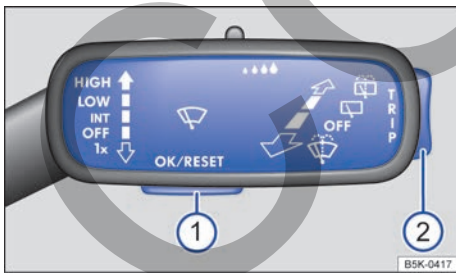

Fig. 19 En el lado derecho de la columna de dirección: teclas de la palanca del limpiacristales (representación esquemática).
Mientras haya una advertencia con prioridad 1 → pág. 17, no se podrá acceder a ningún menú. Algunas advertencias se pueden confirmar y ocultar con la tecla → fig. 19 ①.
- Si se muestra un mensaje o el pictograma de un vehículo, pulse la tecla → fig. 19 ①; si es necesario, varias veces.
- Para visualizar los menús → pág. 28 o volver a la selección de menús desde un menú o desde una indicación informativa, mantenga presionada la tecla basculante → fig. 19 ②.
- Para abrir el menú o la indicación informativa que se muestre, pulse la tecla → fig. 19 ① o espere unos segundos hasta que el menú o la indicación informativa se abra automáticamente.
- En el menú visualizado, pulse la parte superior o inferior de la tecla basculante → fig. 19 ② hasta que se marque la opción de menú deseada. La opción aparece enmarcada.
- Pulse la tecla → fig. 19 ① para realizar las modificaciones deseadas. Una marca indica que la función o el sistema en cuestión están activados.